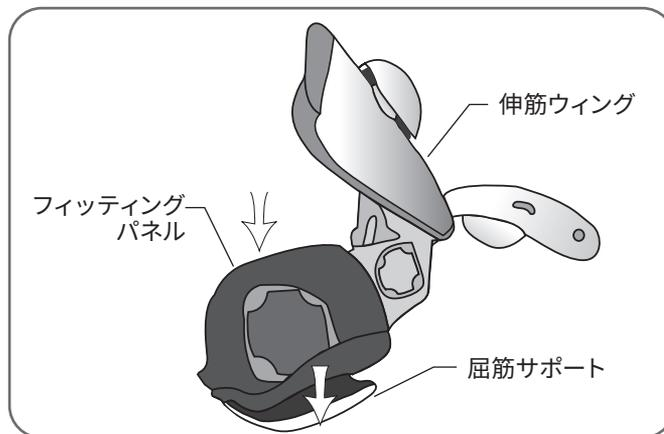

図 5-9: 屈筋フィッティングパネルの再取り付け
1. 装具のウイングを開いた状態で、屈筋フィッティングパネルを屈筋サポートに合わせます。図 5-9 を参照してください。